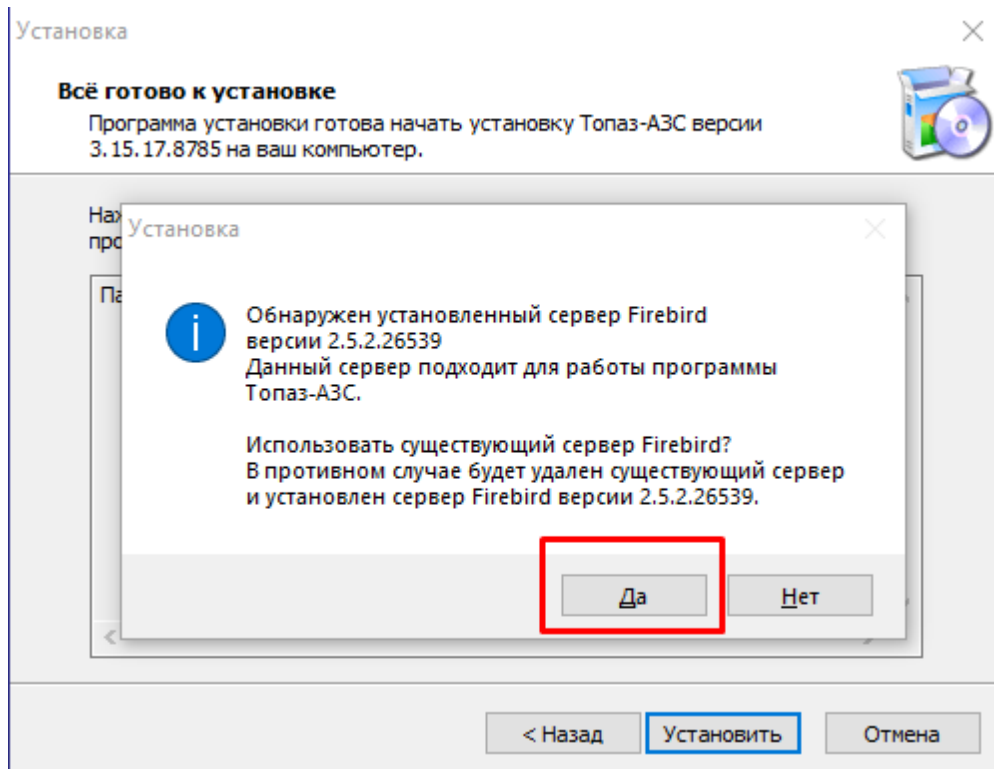

Рисунок 12.
11. Появится запрос об установке сервера firebird. Необходимо нажать кнопку "Да" (рисунок 12);